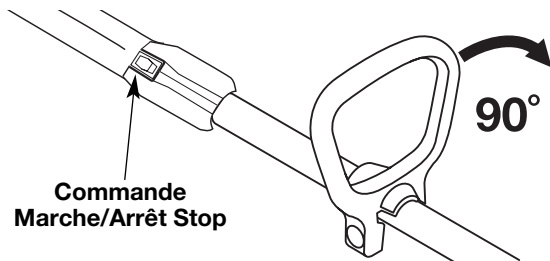

Fig. 12
- b) Faites tourner la poignée en D de 90° vers la droite (la tête de coupe devant vous, le moteur derrière vous). Voir Figure 12.